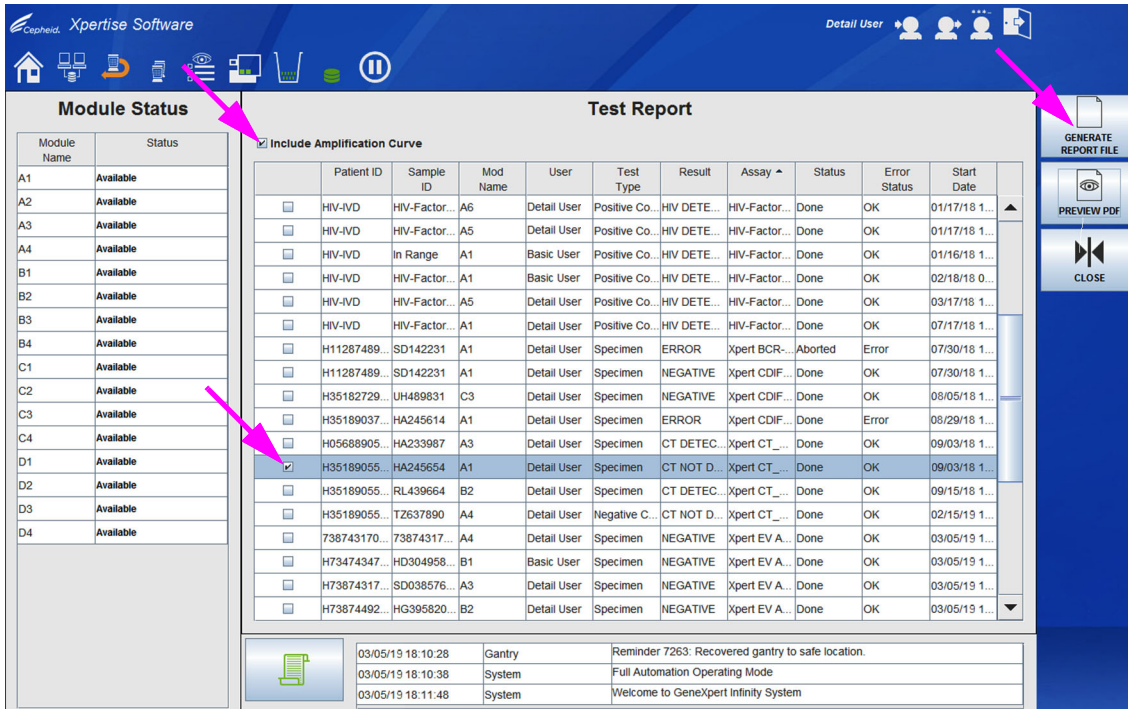

Figura 5-81. Área de trabalho Test Report (Relatório de teste) (utilizadores administrativo e detalhe)
1. Na área de trabalho View Results (Ver resultados), selecione o botão **Report (Relatório)** (ver Figura 5-63). Aparece a área de trabalho Test Report (Relatório de teste). Ver Figura 5-81.
2. Selecione um ou mais relatórios de teste a gerar utilizando a(s) caixa(s) de verificação na coluna da esquerda. Ver Figura 5-81.
3. Se for necessário incluir a curva de amplificação no relatório de teste, selecione a caixa de verificação Include Amplification Curve (Incluir curva de amplificação) na parte superior da área de trabalho. Ver Figura 5-81.
- 1) Seleccione o botão **GENERATE REPORT FILE (GERAR FICHEIRO DE RELATÓRIO)** na área de trabalho Test Report (Relatório de teste) (ver Figura 5-81) para criar um ficheiro PDF do relatório de teste. Aparece a caixa de diálogo Generate Report File (Gerar ficheiro de relatório), que permite guardar o ficheiro na localização especificada. Seleccione **SAVE (GUARDAR)** quando estiver na localização pretendida.